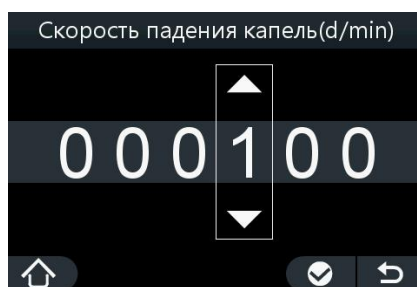

Рисунок 5-2
1. Выберите меню “☰” option → “режим ” → “Капель режим”, чтобы войти в интерфейс, как показано на рис.5-2. А затем установите скорость падения.